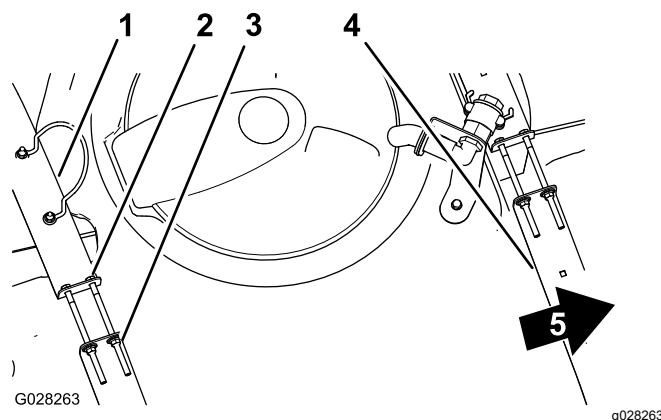

図 31
2. タンクとタンク固定ベルトとの間に、たるみができていないか点検する **図 31**。
3. ベルトにゆるみがある場合には、ベルトの上部にあるフランジロックナットとボルトを締めてベルトとタンクとが面一になるようにする **図 31**。